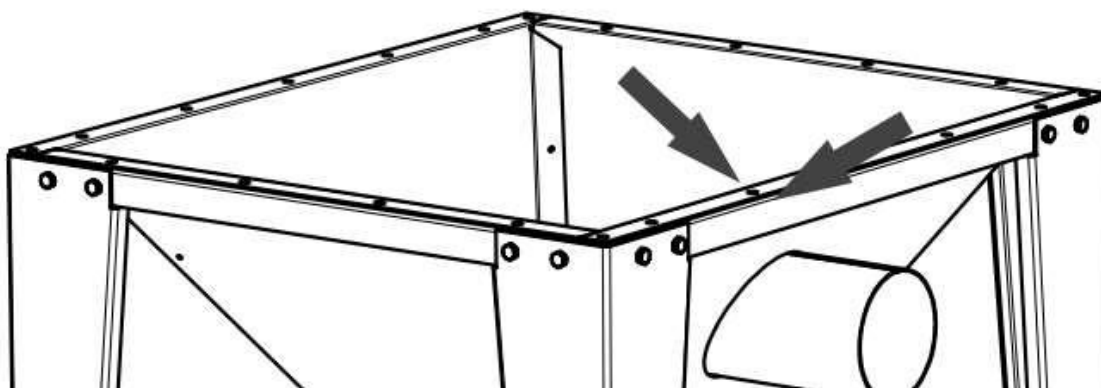

Рисунок 5
5.2.2 Разместить опорный модуль на месте будущей эксплуатации. По контуру фланца бункера с внешней и внутренней стороны от отверстий наклеить ленту уплотнительную HORDA-D, разделив ленту вдоль длины (рисунок 5). Контролировать плотное прилегание уплотнения по всему периметру фланца бункера.